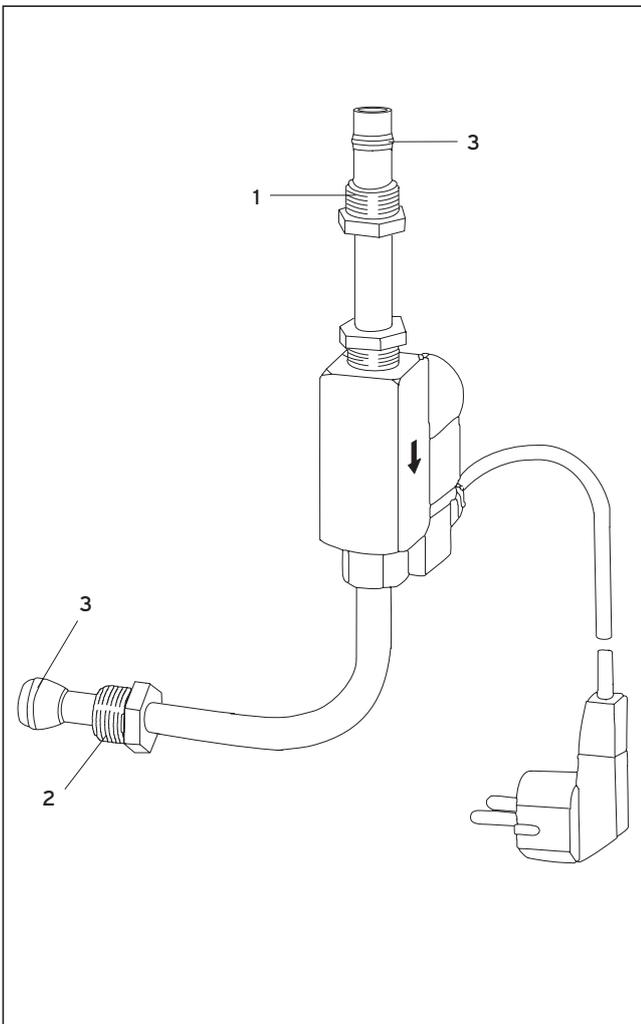

Abb. 1.1 Gas-Magnetventil
- Entfernen Sie das Verbindungsrohr zwischen Gasarmatur und Brennereingang, indem Sie die beiden Überwurfmutter (1) und (2) lösen.
- Setzen Sie den Magnetventil-Bausatz anstelle des vorhandenen Verbindungsrohres ein. Stellen Sie sicher, dass beide Doppelkegelringe (3) (siehe Abb. 1.1) vorhanden und unbeschädigt sind.